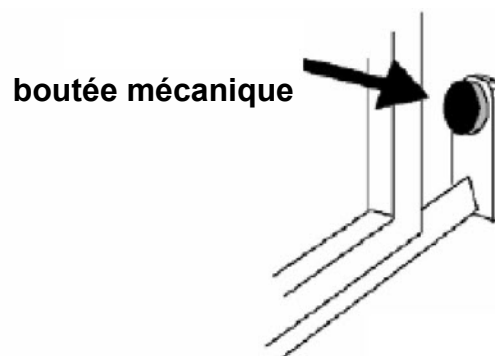
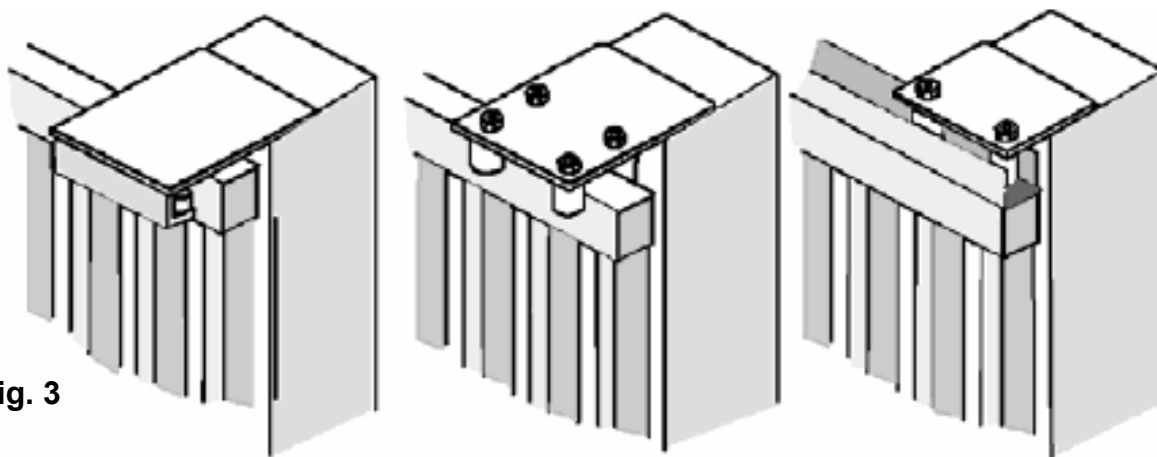

Fig. 2
Fig. 3
- Avant de procéder à l'assemblage de l'automatisme, vérifier que le portail soit parfaitement en fonction. Vérifier aussi que le guide de Écoulement au sol (**Fig.1**) ne présente pas de malformations et que sois parfaitement au niveau et sois présent la butée mécanique d'arrêt en ouverture (**Fig.2**) afin d'éviter que le portail sorte dehors des guides supérieurs, (**Fig.3**)
- Vérifier le guide d'écoulement supérieur (**Fig.3**) que sois bien solide et le portail coule librement.
Procéder à la fixation du moteur sur l'embase par les 4 vis fournies **A**. Régler le moteur dans le sens horizontal en le faisant glisser dans les fentes des pattes d'ancrage (**Fig.2**). Régler le moteur de façon à être horizontal en profondeur et en largeur (**Fig.2**).
Fixer la crémaillère sur le portail de manière solide en fournissant une distance de 2 à 3 mm du pignon du moteur (**Fig.3**).